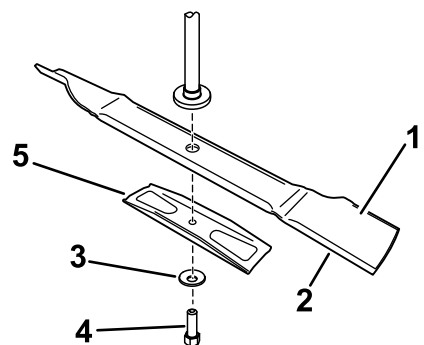

Figure 46
Tenez la lame à son extrémité avec un chiffon ou un gant épais. Enlevez de l'axe, le boulon (en le tournant dans le sens antihoraire), la rondelle bombée, le renfort et la lame (Figure 46).
1. Placez la lame sur l'axe (Figure 46).
2. Posez le renfort, la rondelle bombée (face concave vers la lame) et le boulon (en le tournant dans le sens horaire) de lame (Figure 46).